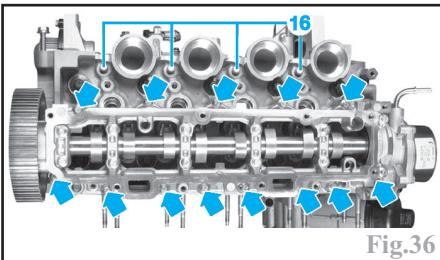

Fig.36
- les vis de fixation du carter chapeau de paliers (Fig.36).